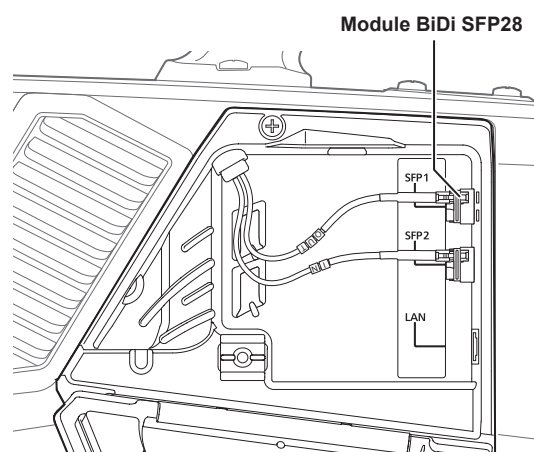

Fig. 2
- 6** Insérer les câbles à fibre optique dans chacun des modules BiDi SFP28. (Fig. 2)